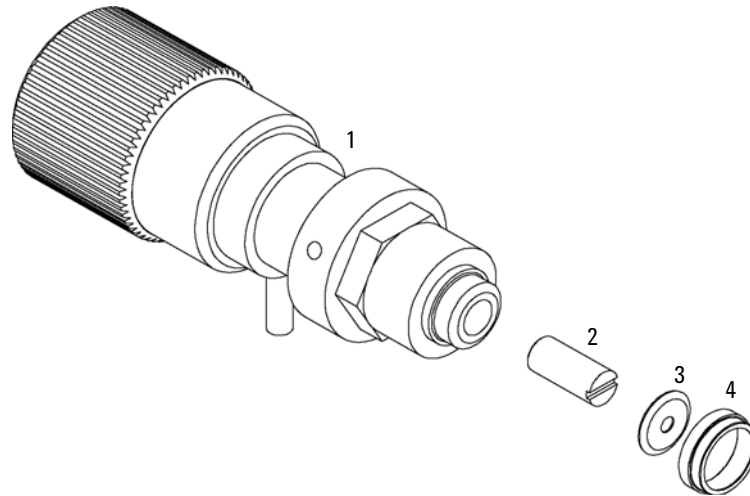

Abbildung 25 Teile des Spülventils
- 6** Setzen Sie eine neue Fritte in das Spülventil ein. Der Spalt muss in Richtung Golddichtung zeigen (siehe Abbildung 25 auf Seite 119).